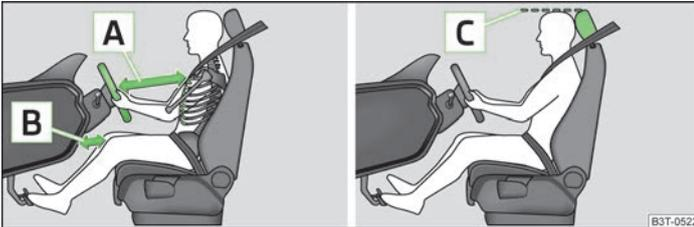

Abb. 135 Der richtige Abstand des Fahrers zum Lenkrad und zur Schalttafel / Die richtige Kopfstützeinstellung
- › Das Lenkrad so einstellen, dass der Abstand zwischen Lenkrad und Brustbein mindestens 25 cm beträgt **[A]** » Abb. 135 und der Abstand der Beine zur Schalttafel im Bereich des Knieairbags mindestens 10 cm beträgt **[B]**.
- › Die Kopfstütze so einstellen, dass die Oberkante der Kopfstütze sich möglichst auf einer Höhe mit dem oberen Teil Ihres Kopfes befindet **[C]** » Abb. 135 auf Seite 147.
- › Die Kopfstütze so einstellen, dass die Oberkante der Kopfstütze sich möglichst auf einer Höhe mit dem oberen Teil des Kopfes befindet **[C]** » Abb. 135 auf Seite 147.